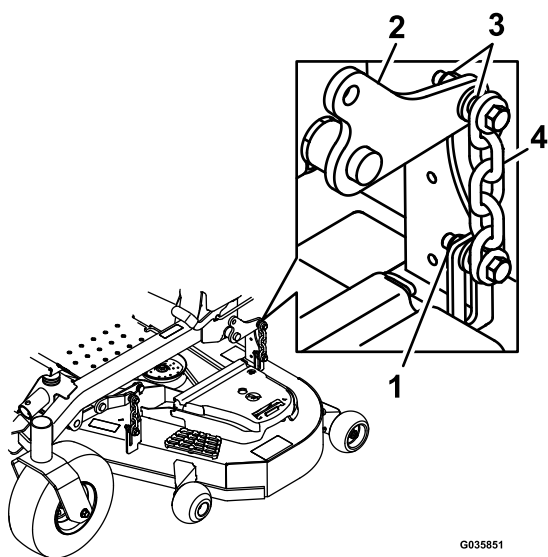

Figure 83
16. Desserrez les contre-écrous (Figure 83) aux quatre coins de sorte que le plateau repose solidement sur les 4 cales.